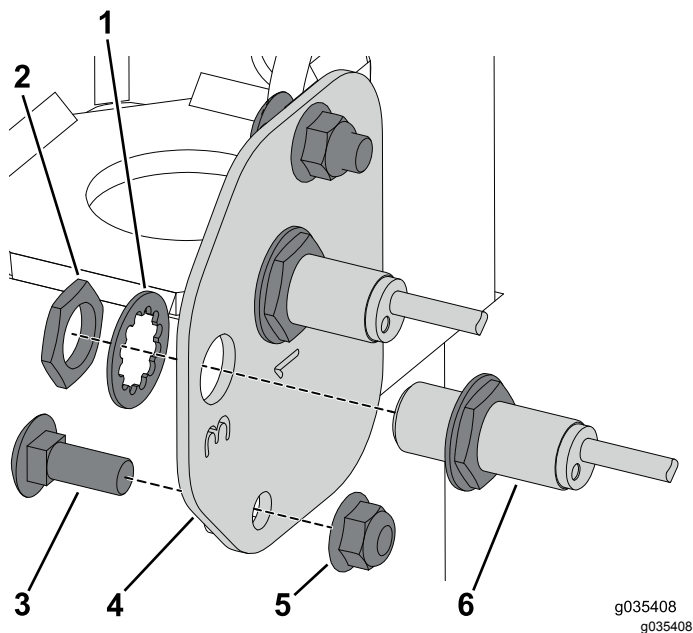

**Figura 2**
2. Desligue a cablagem de todos os componentes exceto os relés (Figura 2).
3. Retire todas as ferragens que prendem os componentes no interior do compartimento (Figura 2).
4. Retire todos os componentes exceto o alarme áudio do compartimento (Figura 2).